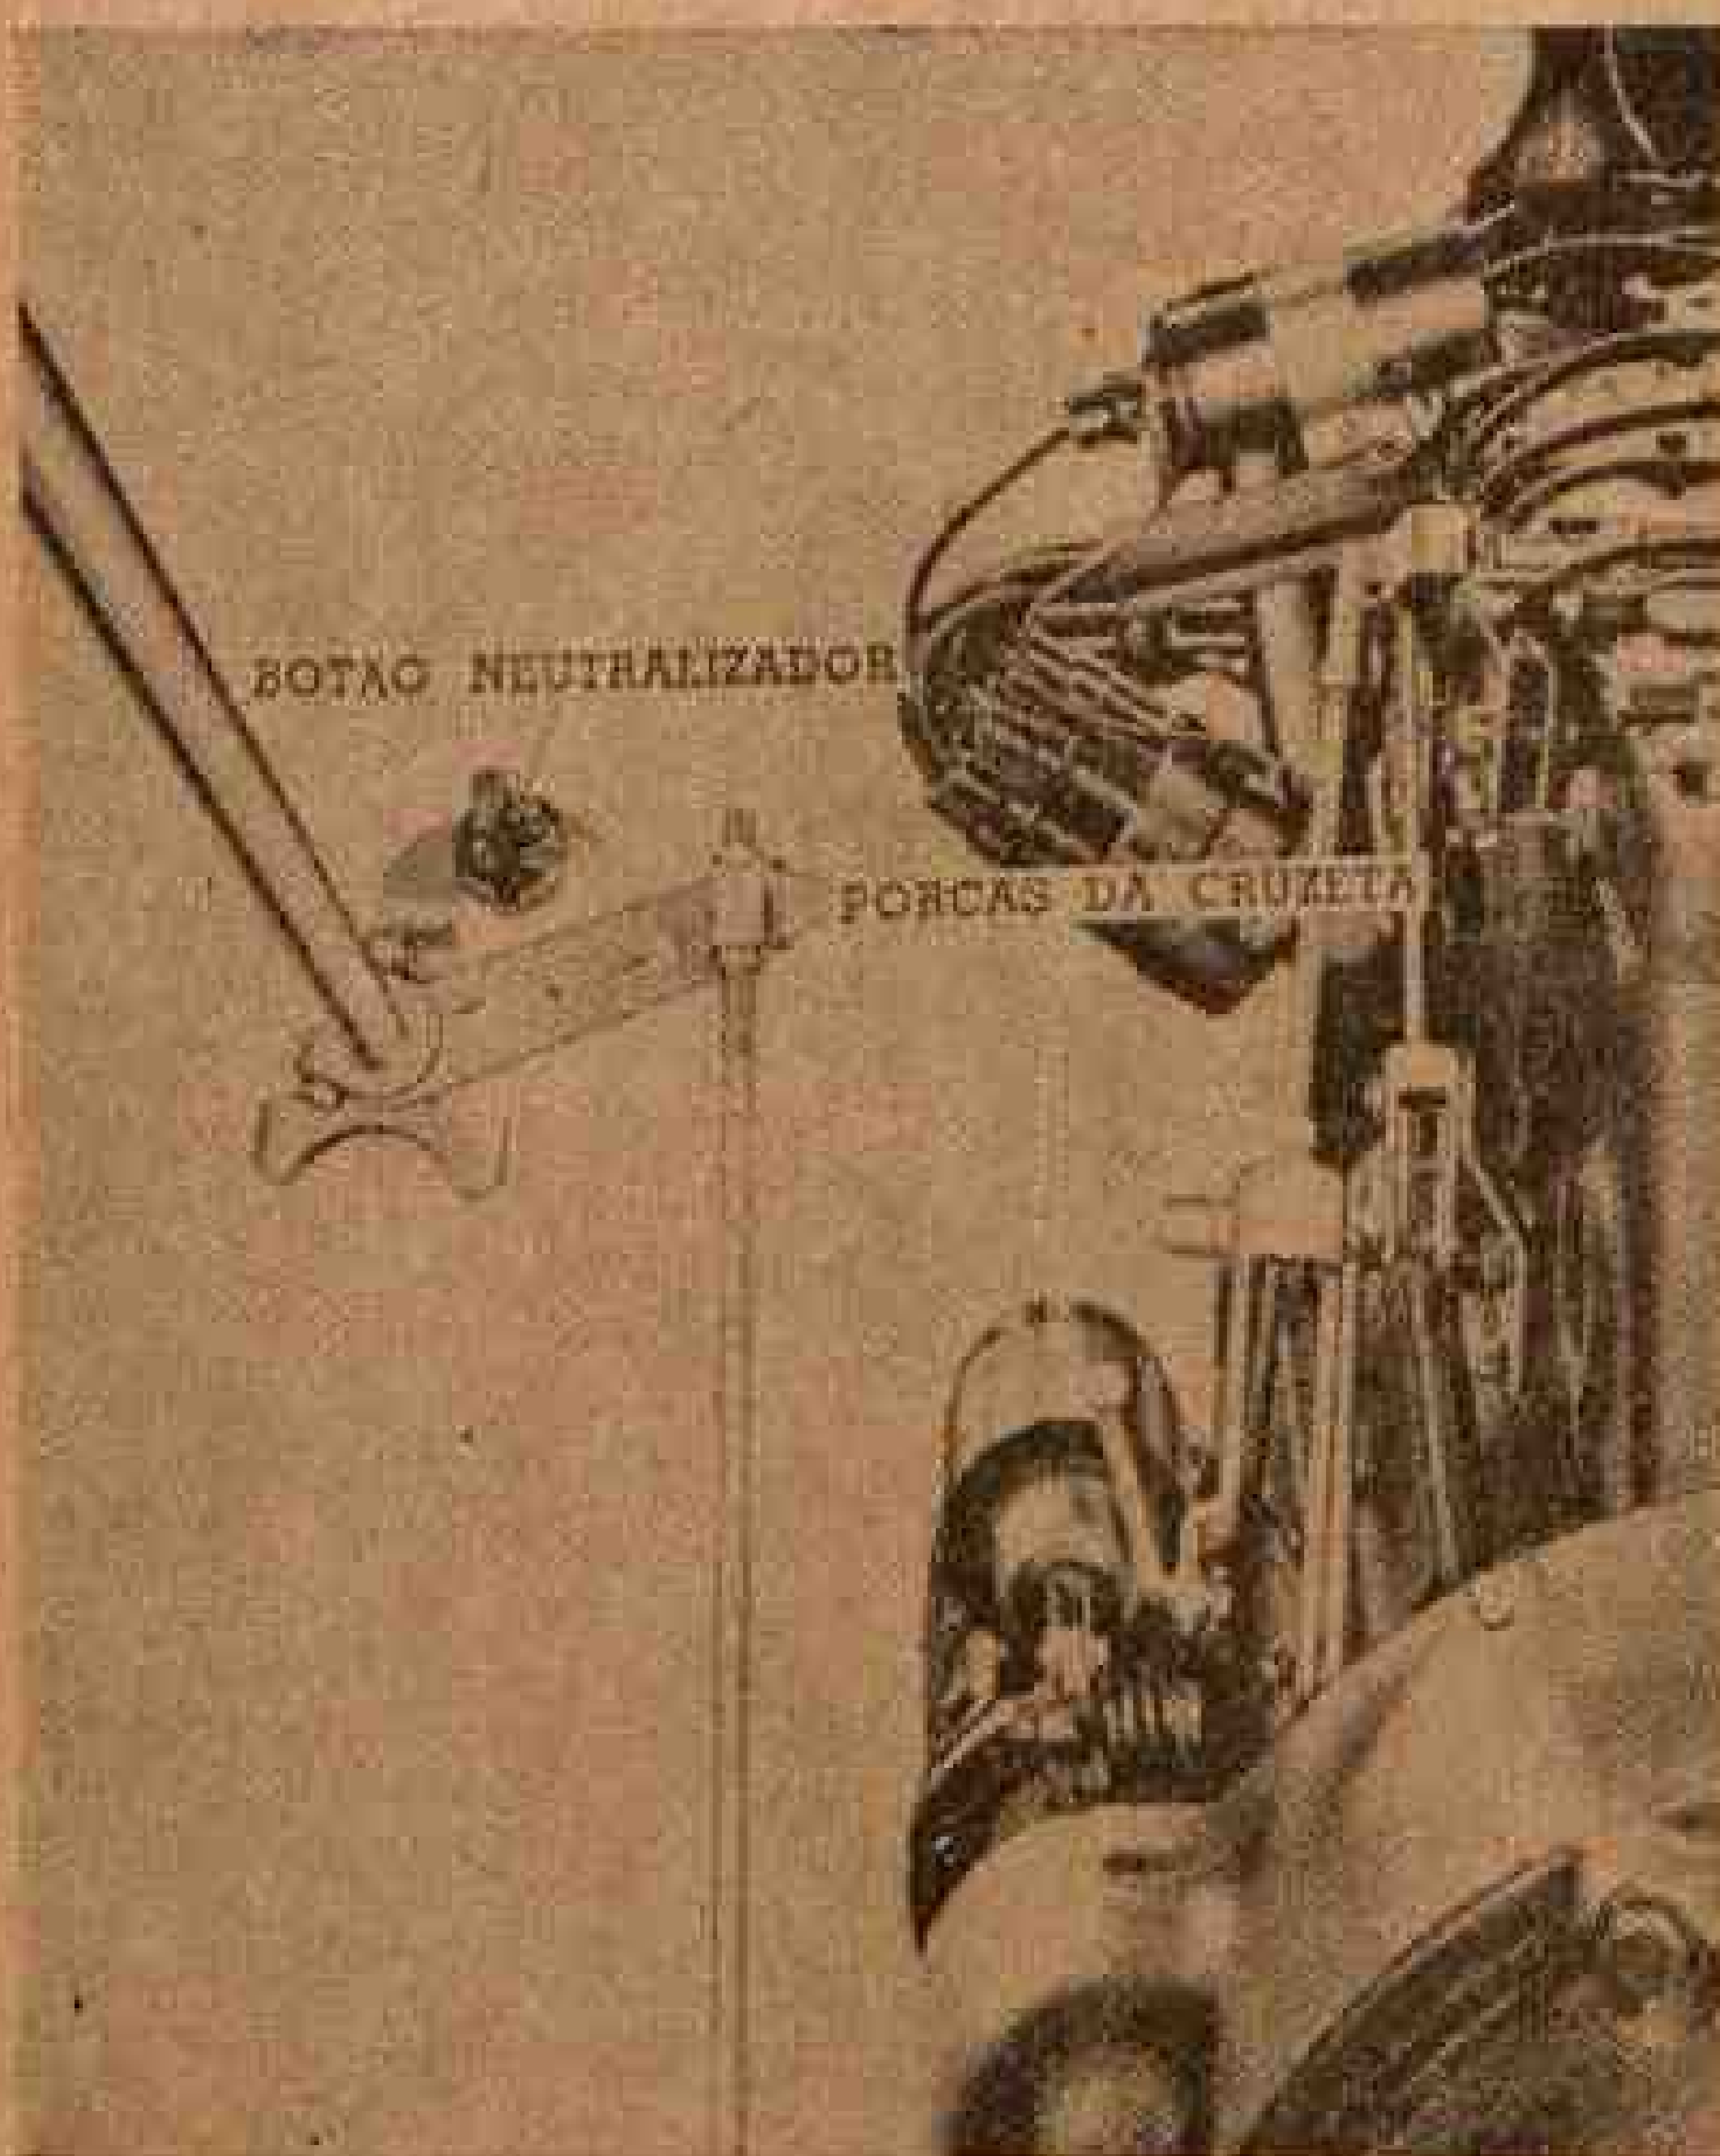

Fig. 316 — Ajustamento do controle da mudança.
2. Giram-se para trás ambas as contraporcas da cruzeta na ponta da vareta do controle da mudança (fig. 316).